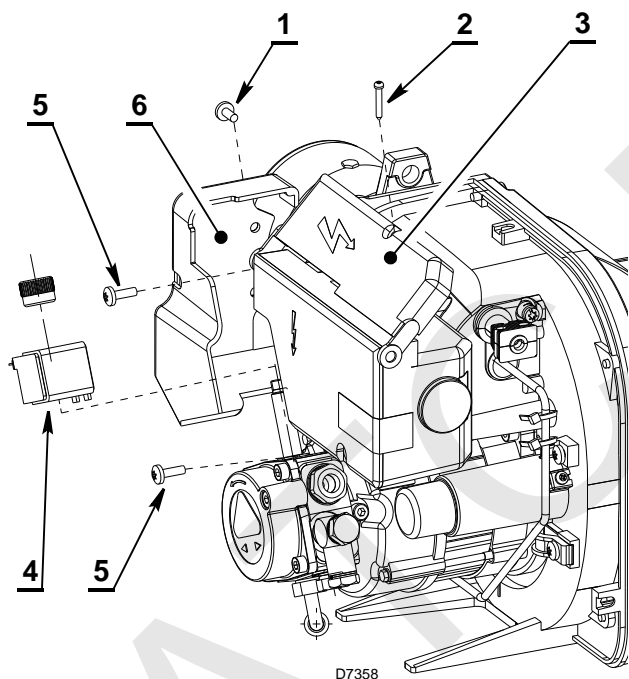

Fig. 15
- desenroscar el tornillo 1) (Fig. 15) y quitar la protección 6) de la bobina 4);